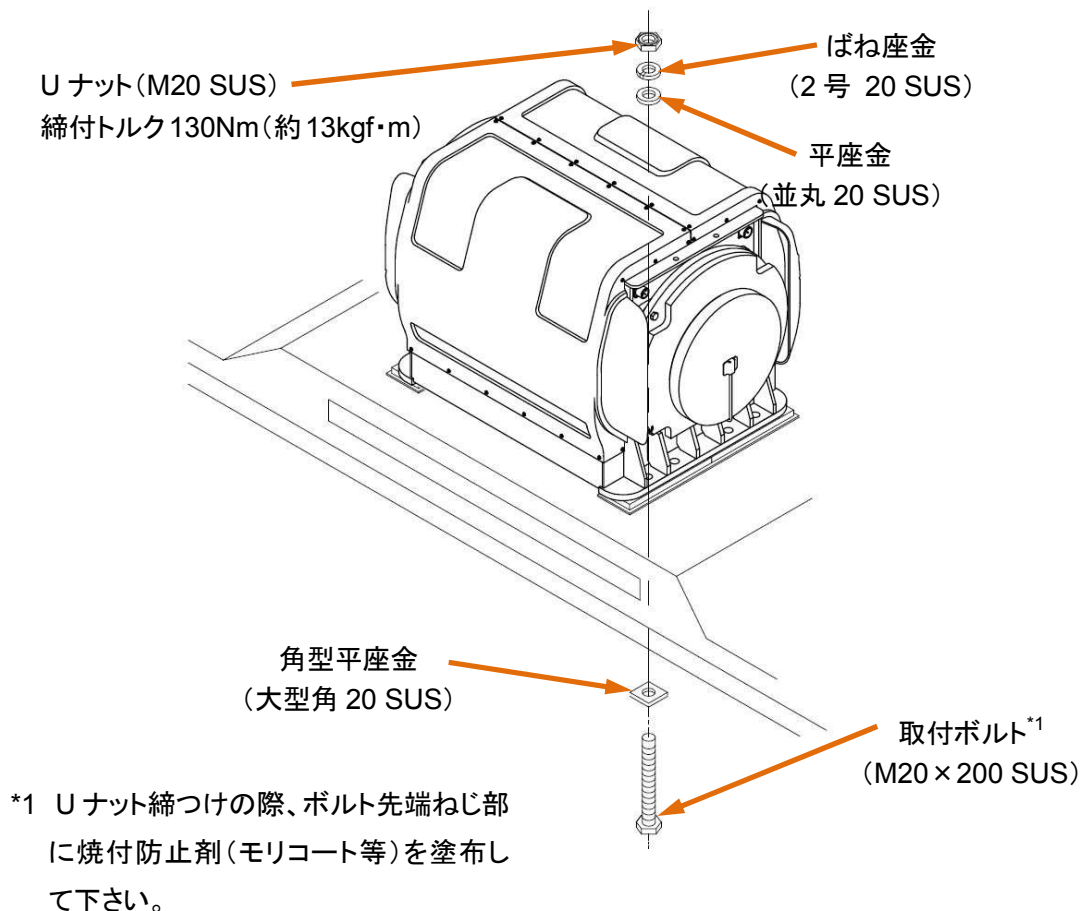

図 4-6 ARG 本体の取付
- ⑩ 図 4-6 に示すように残りの部品を取り付けて下さい。取付ボルトに焼付防止剤（モリコート等）と塗布して下さい。また、ナットで 8 本のボルトを締付トルク 130Nm（約 13kgf・m）で対角線毎に少しずつ均等に締め付けて下さい。（図 4-7 を参照して下さい。）